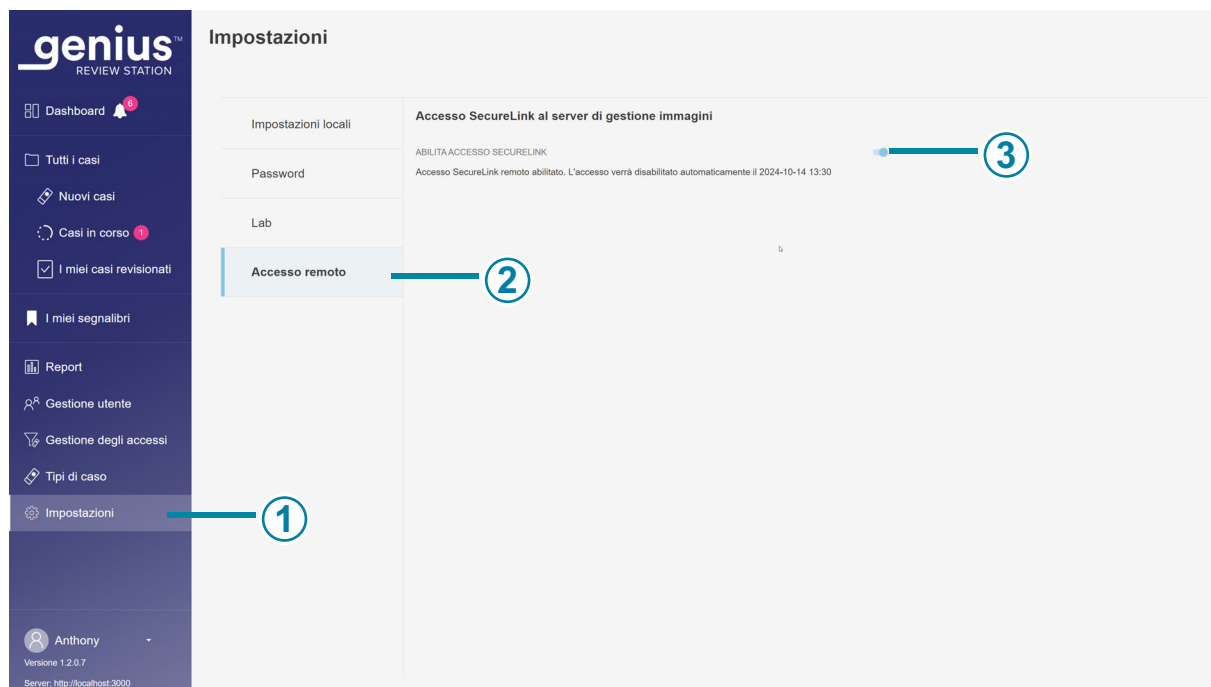

Figura 1-3-14 Impostazioni della stazione per l'accesso remoto al server di gestione immagini
Legenda della Figura 1-3-14
①	Il colore più chiaro nella barra dei menu indica che è selezionata la voce Impostazioni .
②	Il colore blu nell'elenco delle impostazioni indica che sono selezionate le impostazioni Accesso remoto .
Legenda della Figura 1-3-14**③****Abilita l'accesso SecureLink al server di gestione immagini**